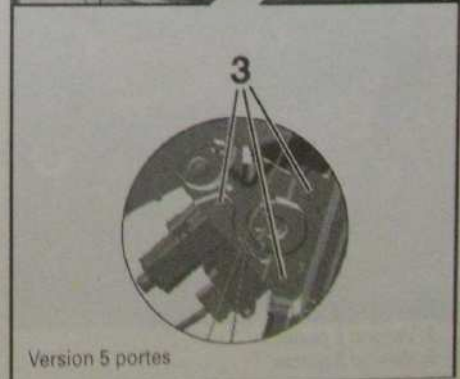
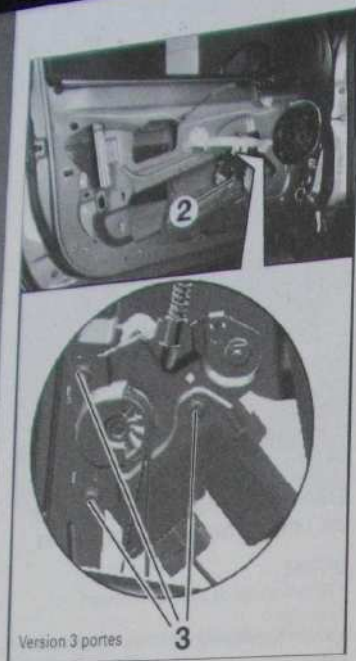

Fig. 105
Fig. 106
- Débrancher le connecteur (2) (Fig.105) ou (Fig.106).
- Déposer les vis (3) (Fig. 105) ou (Fig. 106).